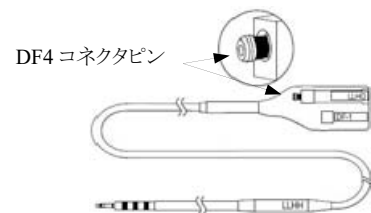

図 1
- 3) DF4 コネクタピンの先端が可視領域に現れるまで DF4 コネクタの先端を本品の DF4 コネクタポートに挿入する(図 1)。